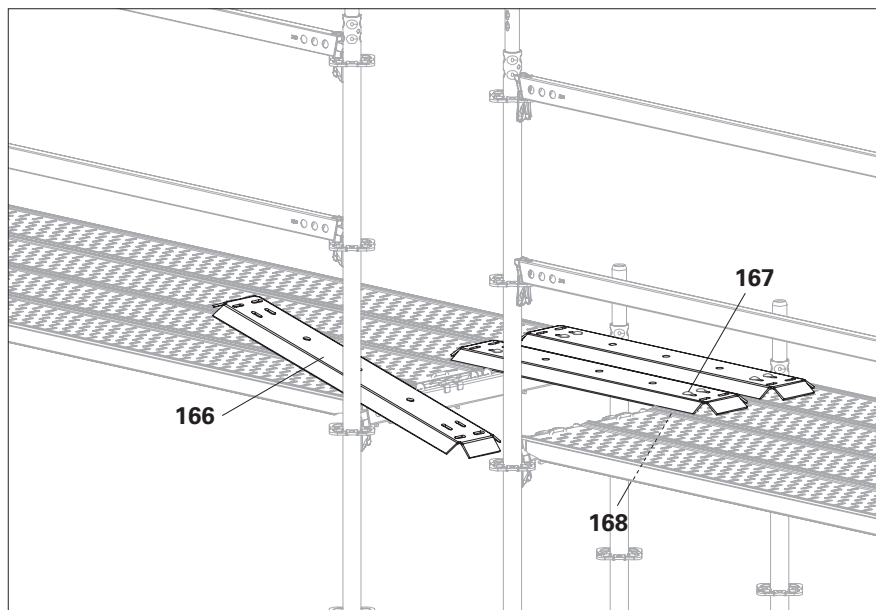

Fig. A7.05a
- Il collegamento a vite può essere effettuato attraverso qualsiasi foro circolare o asolato. (Fig. A7.05a)